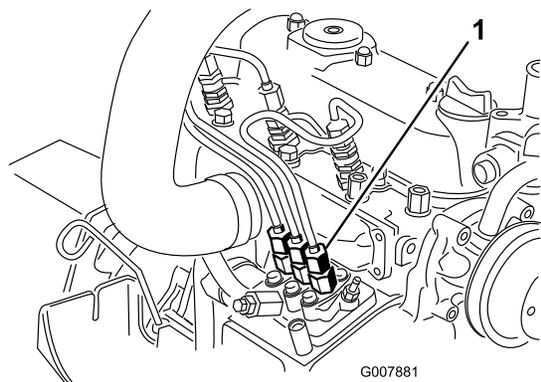

Рисунок 41
- Поместите ветошь под соединение трубки, выходящей из насоса для впрыска топлива и идущей к соплу инжектора № 1, как показано на Рисунок 41.